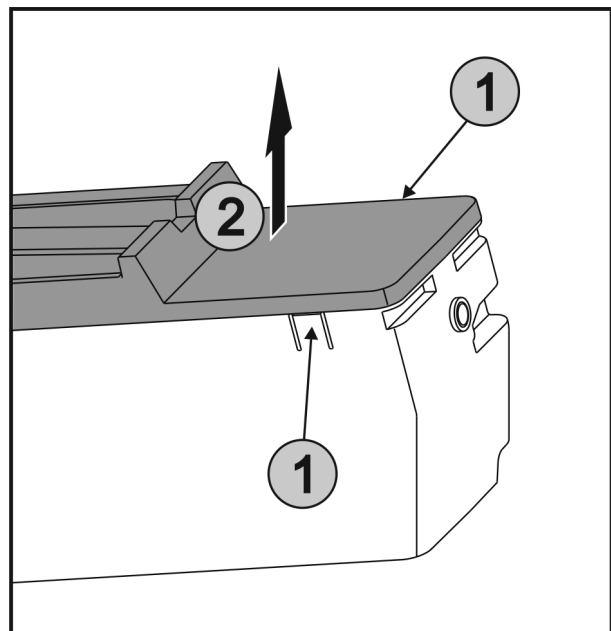

Fig. 52
- Lippen Fig. 52 (1) aan beide zijden van EasyTwist-Ice gelijktijdig indrukken en de afdekking Fig. 52 (2) omhoog verwijderen.